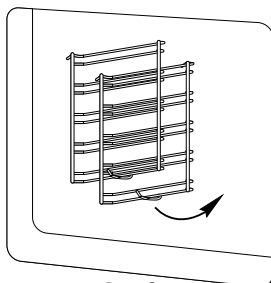

Рис. 2
- Поверните решетку внутрь примерно на 45° (рис. 2).